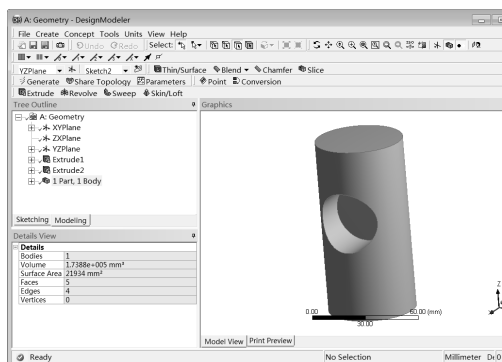

图 2-55 打开模型 2
Step4：当 DesignModeler 加载成功后，如图 2-55 所示。